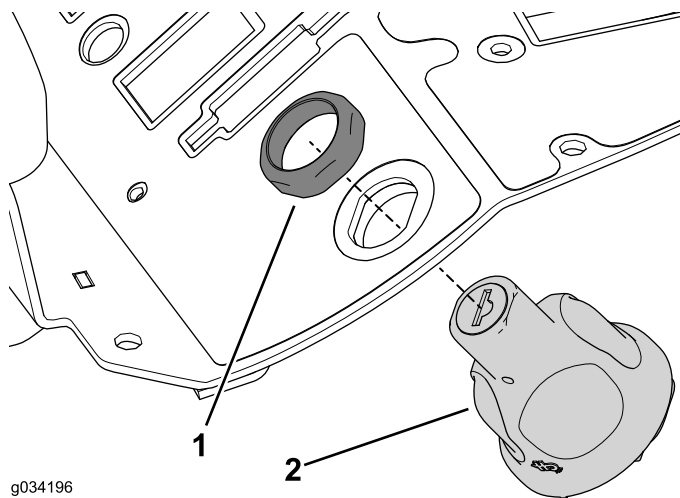

图28
3. 使用之前卸下的锁紧螺母，将点火开关固定至控制台总成（图28）。